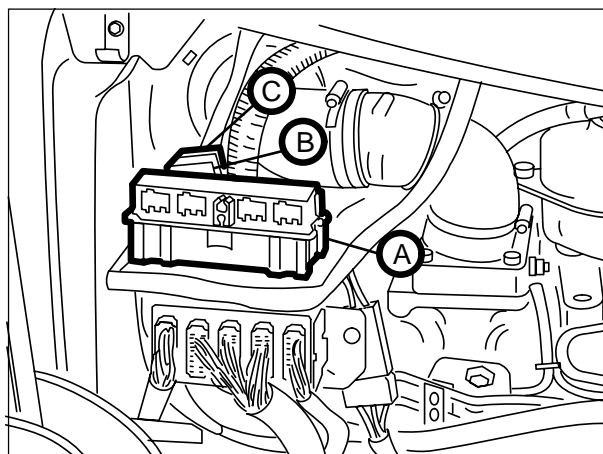

Fig. 58. Caixa principal dos fusíveis instalada no lado direito do painel de instrumentos, por baixo do capot.
- A. Caixa porta-fusíveis principal (Fig. 58) no lado direito do painel.